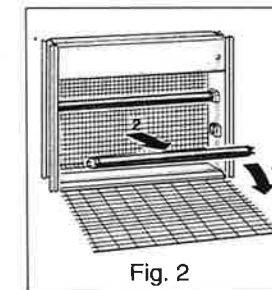

Fig. 2
2. Удалите черные защитные решетки (см. рис. 2), а затем замените лампы.